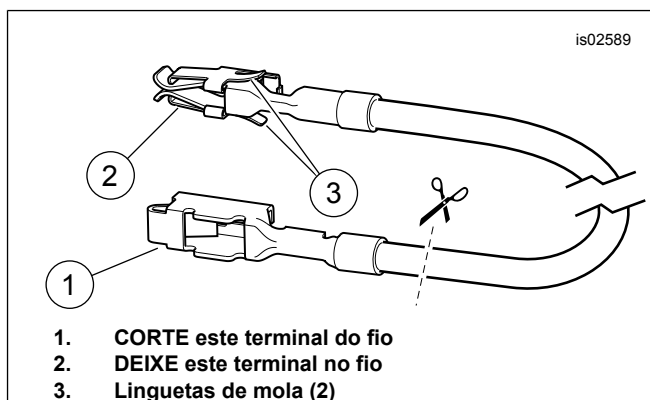
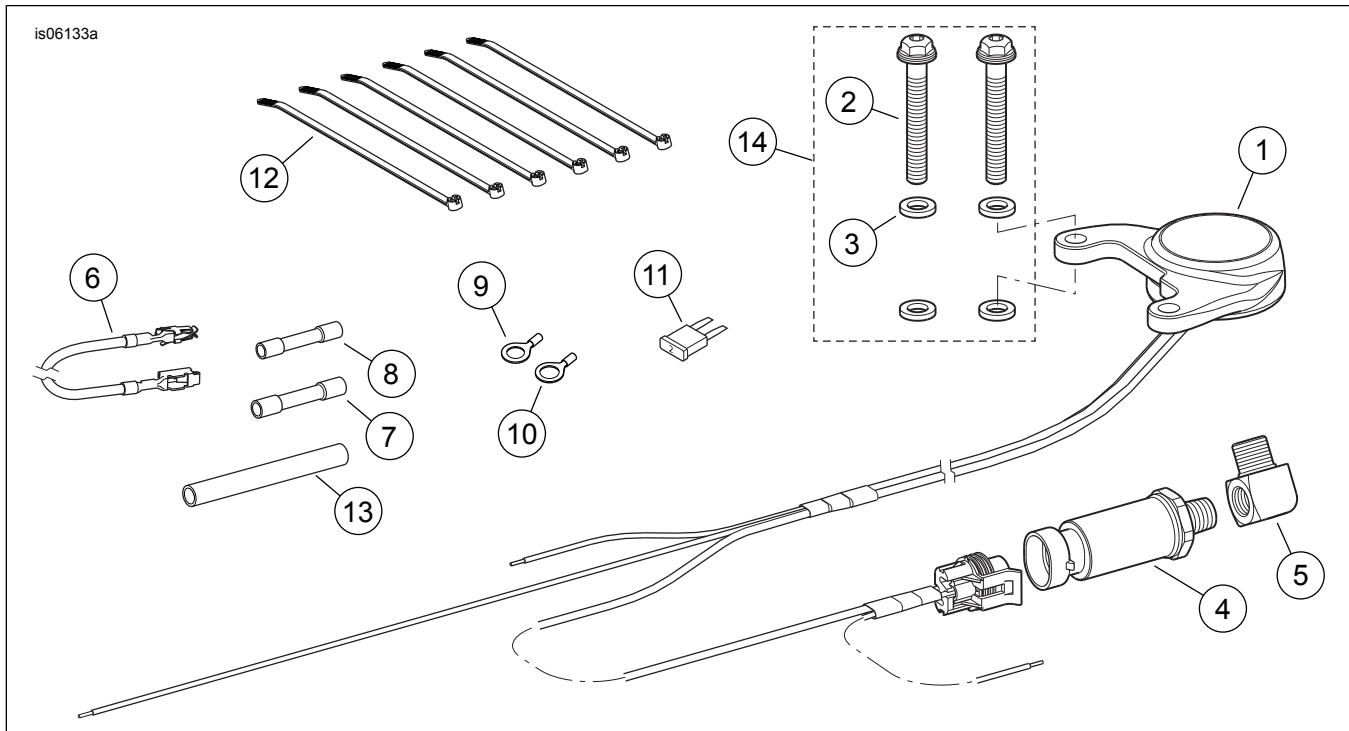

Figura 3. Fio adaptador do bloco de fusíveis (Dyna e Softail)
Figura 5. Peças de reposição: Indicador digital de pressão do óleo
8. Veja Figura 5. Selecione o terminal de anel (9 ou 10) de tamanho correto para encaixar no parafuso ou no prisioneiro terra. Corte o fio terra preto no chicote de fios do indicador digital de pressão do óleo para alcançar com facilidade o terra do veículo. Crimpe o terminal de anel no fio terra preto. Instale o terminal sobre as roscas do parafuso ou prisioneiro de aterramento. Conecte o fio laranja/branco a uma fonte de alimentação do veículo. Consulte as instruções e diagrama da fiação no Manual de serviço. Continue na seção a seguir para o ano/modelo específico do veículo.
4. Veja Figura 5. O aviso em Conexão do chicote de fios e no Manual de serviço. Usando o conector de emenda selada azul (7) do kit, emende todos os três fios laranja/branco.
2. Veja Figura 5. Pegue o fio adaptador laranja/branco do bloco de fusíveis (6) do kit. Veja a figura 3. Observe o terminal em cada extremidade. Somente o terminal COM linguetas de mola cabe na cavidade do fusível. Corte cuidadosamente o terminal SEM linguetas de mola do fio e descarte-o.
4. Corte o excesso do fio laranja/branco no chicote de fios do indicador digital de pressão do óleo para que fique facilmente ao alcance do fio adaptador laranja/branco instalado no passo 3. Veja a figura 5. Pegue o conector de emenda selada azul (7). Emende o fio laranja/branco do chicote de fios do manômetro digital do óleo no fio adaptador laranja/branco.
5. Veja Figura 5. Instale o fusível de 2 A (11) na cavidade do fusível ABERTA para completar o circuito.
3. Veja Figura 3. Pegue o fio adaptador laranja/branco do bloco de fusíveis (6) do kit. Observe o terminal em cada extremidade. Somente o terminal COM linguetas de mola cabe na cavidade do fusível. Corte cuidadosamente o terminal SEM linguetas de mola do fio e descarte-o.
5. Corte o excesso do fio laranja/branco no chicote de fios do indicador digital de pressão do óleo para que fique facilmente ao alcance do fio adaptador laranja/branco instalado no passo 4. Pegue o conector de emenda selada azul (7) do kit. Emende o fio laranja/branco do chicote de fios do manômetro digital do óleo no fio adaptador laranja/branco.
6. Veja Figura 5. Instale o fusível 2 A (11) do kit na cavidade do fusível “P&A IGN” para completar o circuito.
3. Veja Figura 5. Pegue o fio adaptador laranja/branco do bloco de fusíveis (6) do kit.
6. Corte o excesso do fio laranja/branco no chicote de fios do indicador digital de pressão do óleo para que fique facilmente ao alcance do fio adaptador laranja/branco instalado no passo 5. Pegue o conector de emenda selada azul (7) do kit. Emende o fio laranja/branco do chicote de fios do manômetro digital do óleo no fio adaptador laranja/branco.
7. Veja Figura 5. Instale o fusível 2 A (11) do kit na cavidade do fusível "P&A IGN" para completar o circuito. Instale os três fusíveis removidos no passo 4 em suas cavidades correspondentes.